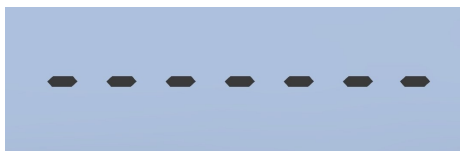

Fig. 1B
7. **Sequência zero:** quando o botão **ZERO** for pressionado, o visor exibirá uma linha tracejada como aparece na Fig. 1B. A linha tracejada desaparecerá pouco a pouco da esquerda para a direita (Fig. 1C); não movimente o fuso durante este tempo. Isso é um lembrete visual para aguardar até que a ferramenta zere. Essa sequência acontecerá toda vez que a ferramenta for zerada e leva menos de um segundo para ser concluída.